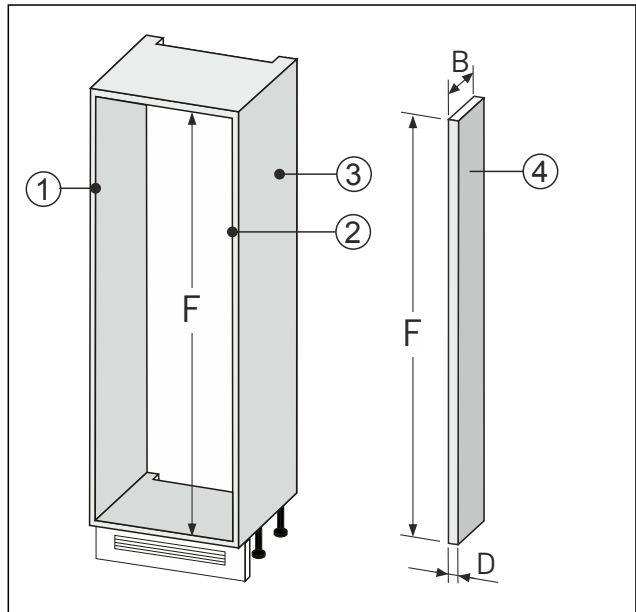

Fig. 92
- Realizzare l'elemento di compensazione a parete Fig. 92 (4) secondo le dimensioni sopra indicate.